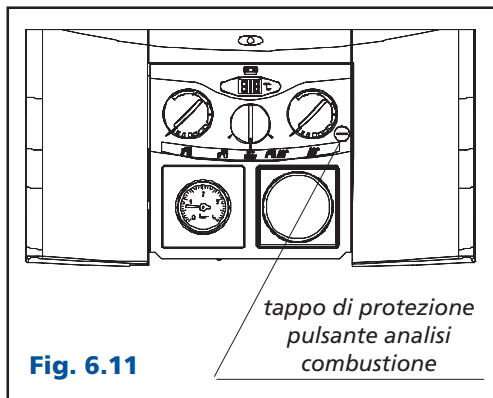

Fig. 6.11
- svitare con una moneta il tappo di protezione del pulsante analisi combustione (fig. 6.11);